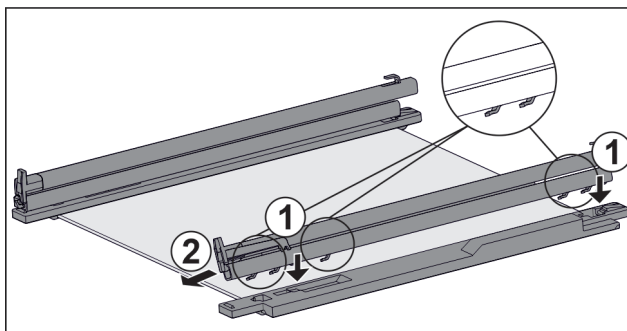

Fig. 48 Sklenená doska s koľajničkami a prídržnými dielmi
- ▶ Nasadte háky koľajničky na otvory **ľavého** prídržného dielu. Fig. 48 (1)
- ▶ Potiahnite koľajničku dopredu. Fig. 48 (2)
- ▶ Nasadte háky koľajničky na otvory **pravého** prídržného dielu. Fig. 48 (1)